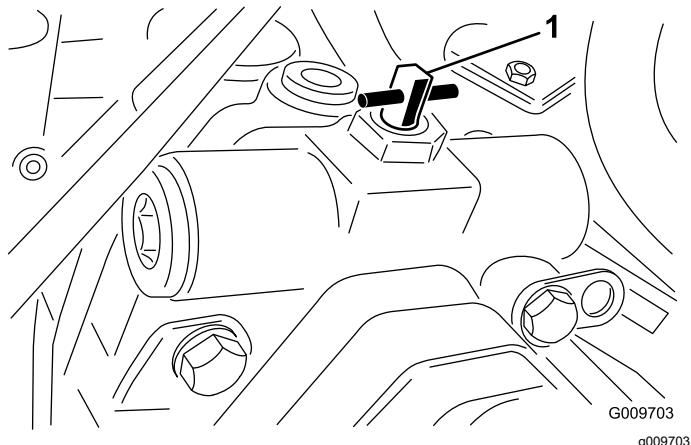

Figura 41
3. Rode a válvula de derivação 90° (1/4 de volta) em qualquer direção, para permitir a passagem interna do fluido (Figura 41).
2. Rode a válvula de derivação 90° (1/4 de volta) em qualquer direção, para permitir a passagem interna do fluido (Figura 41).